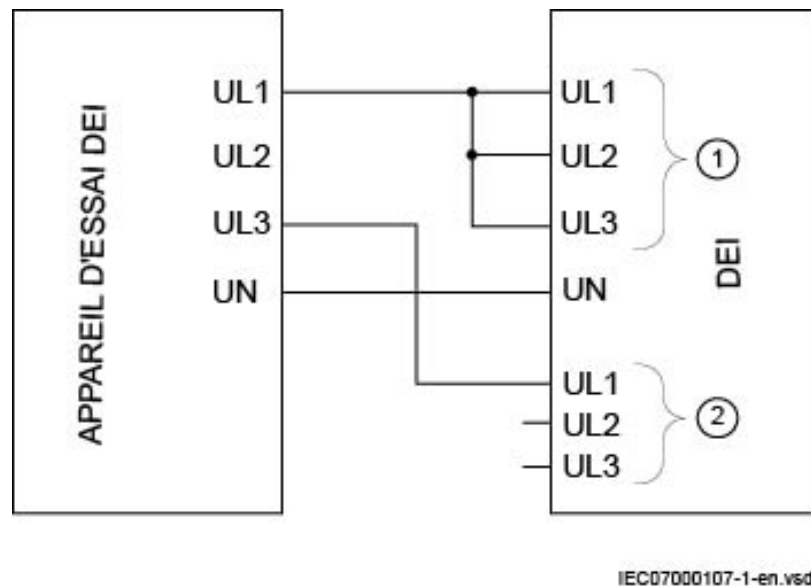

Figure 73: Connexion de l'ensemble de test au DEI pour l'essai du niveau de bloc U2
2. Appliquer une tension supérieure à la valeur la plus élevée définie pour  $UDTrip$ ,  $U1Low$  et  $U2Low$  sur les entrées triphasées U1 et sur une phase des entrées U2, conformément à la figure 73. Le signal de tension différentielle START est défini.